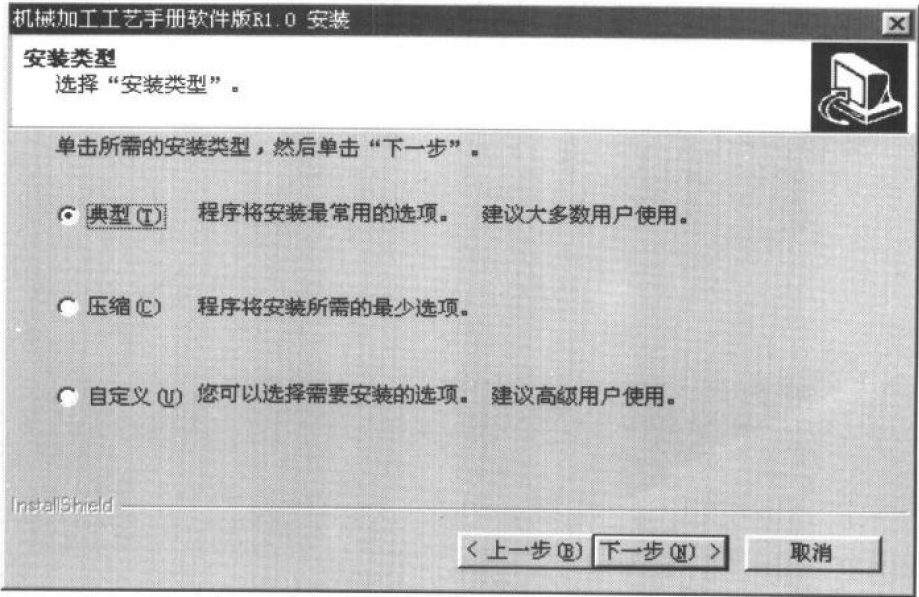

图 1.6 选择安装类型界面
6) 单击选择文件夹界面的“确定”按钮，进入选择安装类型界面，在这里用户需要选择安装类型（图 1.6）。